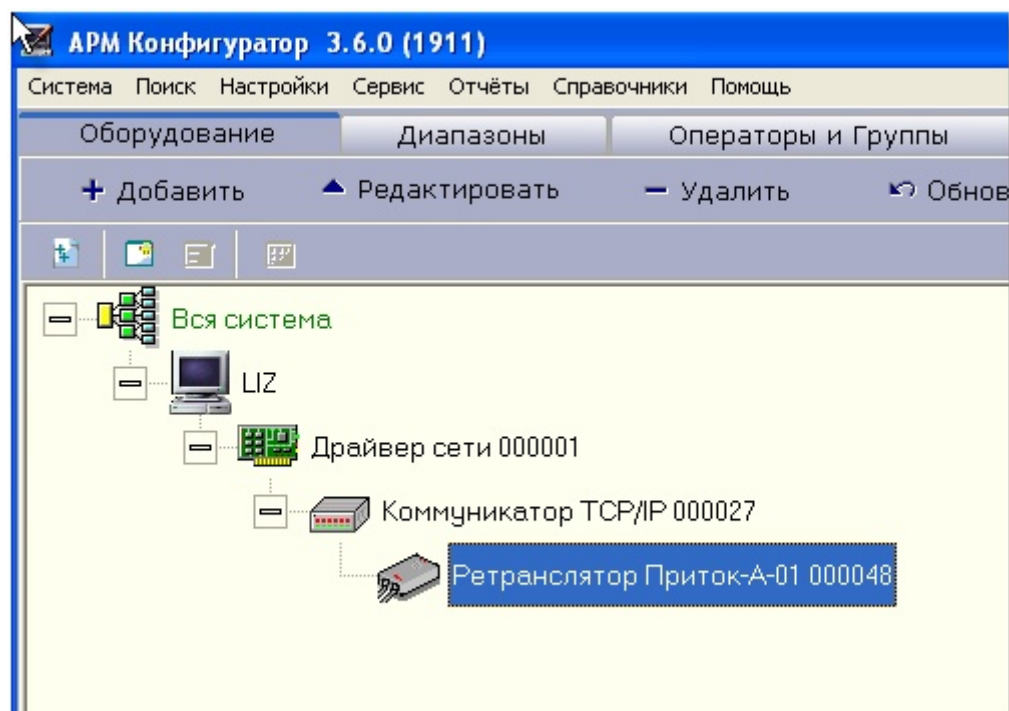

Рисунок 13 – Описание ретранслятора Приток-А
- Далее выбрать «Коммуникатор TCP/IP» и добавить соответствующий ретранслятор Приток-А (см. рис. 13):